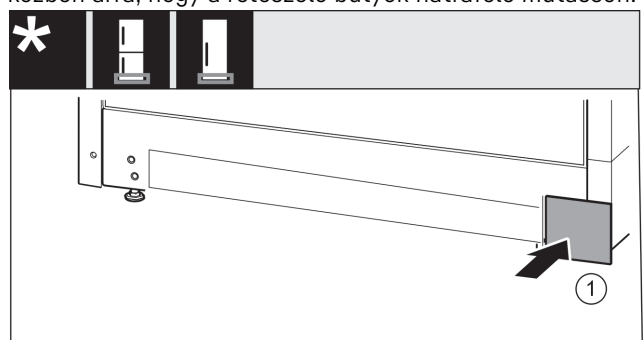

Fig. 32
- ▶ Tegye vissza a fedelet Fig. 32 (1) a másik oldalra.